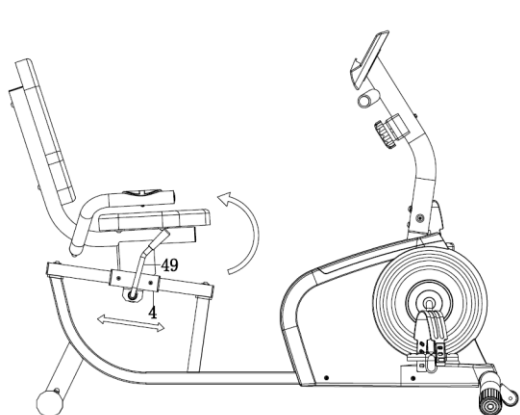

Рис. 1
Поднимите **фиксирующую рукоятку (49)**, чтобы ослабить сиденье (см. рис. 1). Обопричься ногами о пол и установите **сиденье (63)** в удобное для Вас положение. Опустите **рукоятку (49)**, чтобы зафиксировать сиденье (см. рис. 2).